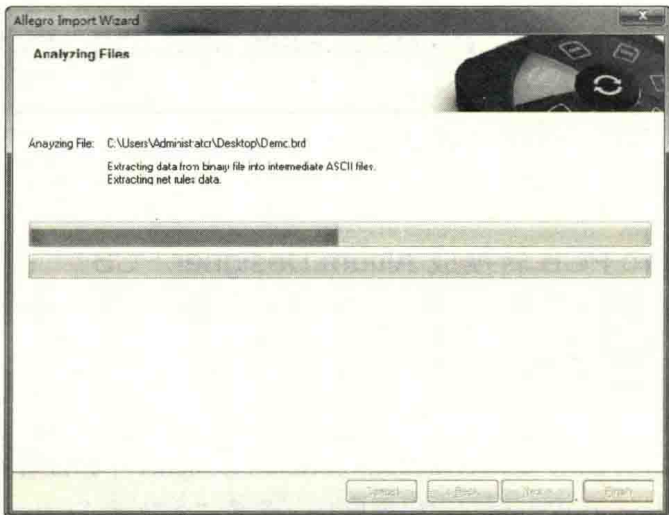

图 11-79 Allegro PCB 的转换
(3) 等待 Allegro PCB 的转换，如图 11-79 所示，一般比较复杂的 PCB 转换的时间会更久一些。一般在转换过程中，不需要设置什么，一切按照向导的默认设置转换即可。